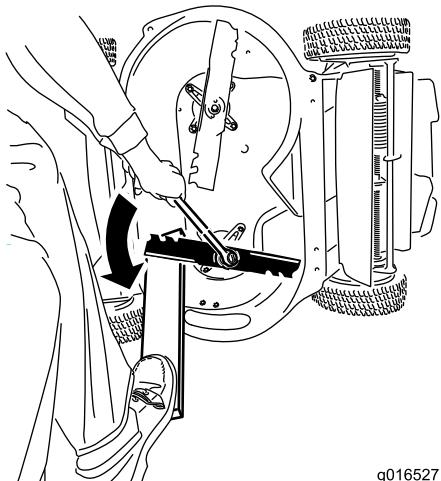

Figura 43
- Utilice un bloque de madera para inmovilizar cada cuchilla y gire el perno de la cuchilla en el sentido contrario a las agujas del reloj, según se muestra en Figura 43.